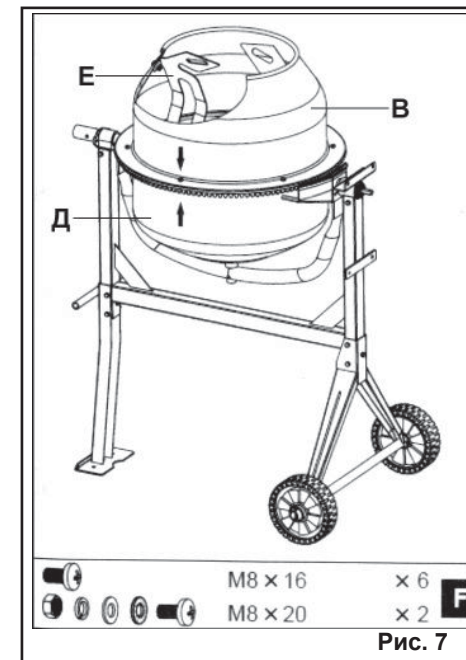

Рис. 7
6.6. Установите на нижнюю часть барабана (Д) верхнюю часть барабана (В). Совместите установочные стрелки верхней части барабана с нижней, как показано на Рис. 7. Соедините обе части барабана, используя винты из пакета F.